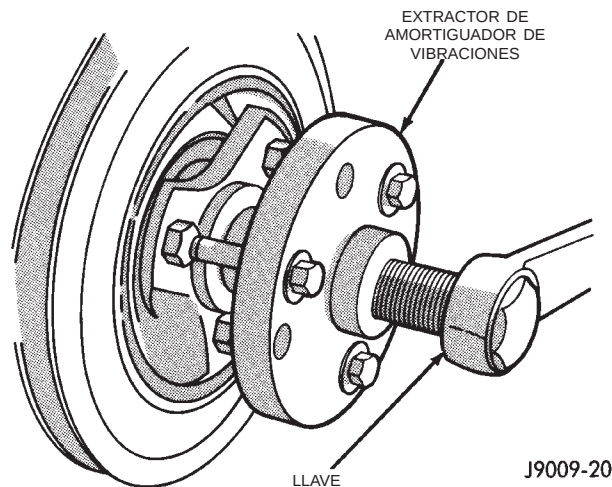

Fig. 38 Extractor de amortiguador de vibraciones 7697
- (1) Desconecte el cable negativo de la batería.
- (2) Retire la correa de transmisión en serpentina y la cubierta del ventilador.
- (3) Retire el perno de retén y la arandela del amortiguador de vibraciones.
- (4) Con el extractor de amortiguador de vibraciones 7697, retire el amortiguador del cigüeñal (Fig. 38).